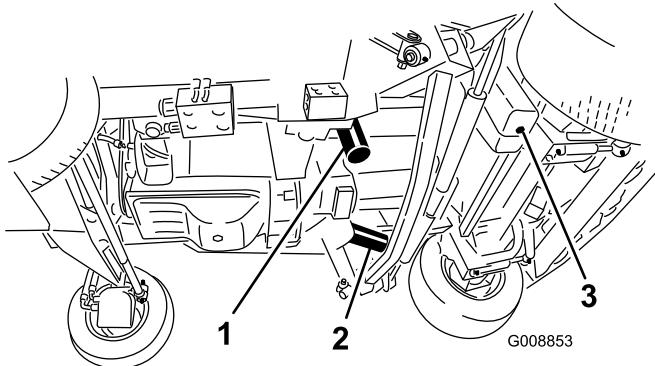

Figura 89
3. Retire el tapón de vaciado (Figura 89) de la parte inferior del depósito y deje que se drene el aceite hidráulico al recipiente. Coloque el tapón de vaciado cuando el aceite hidráulico se haya drenado.
5. Coloque un recipiente debajo del filtro y retire el filtro (Figura 89).